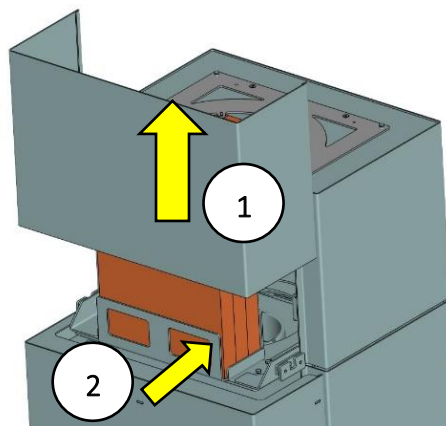

Fig. 19: Retirer le panneau avant
2. Sur le module de stockage de chaleur, retirez le panneau avant vers le haut (Fig. 19 Pos.1).
3. Retirez les 3 briques réfractaires avant ainsi que le support de briques réfractaires (Fig. 19 Pos.2).